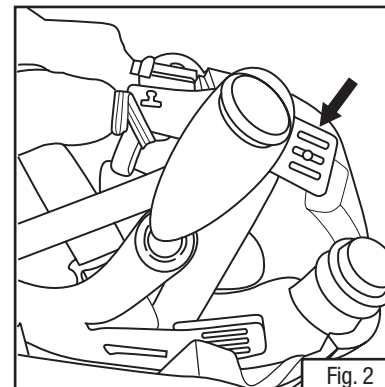

Fig. 2
- a. La banda para la cabeza del arnés puede ajustarse en cuatro posiciones. Hay dos posiciones de ajuste en la parte posterior del casco y dos en el frente. Para cambiar la posición de la banda para la cabeza, jale la ranura de ajuste de altura del pasador y vuelva a colocarla en otra ranura en la "escalera" (Fig. 2). Cada posición puede ajustarse de manera independiente para ajustar.